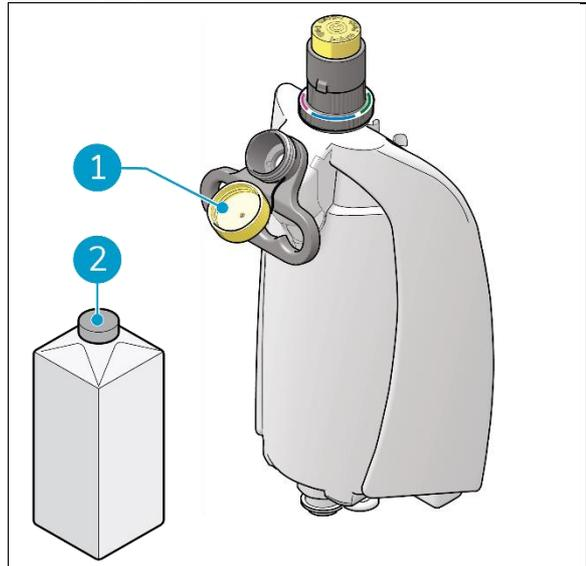

Figure 18
1. Retirer le capuchon jaune (Figure 18, pos. 1).
(Figure 18, pos. 2).
3. Remettre le capuchon jaune (Figure 18, pos. 1) et s'assurer qu'il est bien fermé
8. Appuyez sur le bouton de l'injecteur i-dose (Figure 18, pos. 5) pour distribuer le contenu de la dosette i-dose.
9. Tournez l'anneau indicateur de manière à ce que la couleur correspondant à la dosette i-dose soit orientée vers vous (Figure 18, pos. 3).